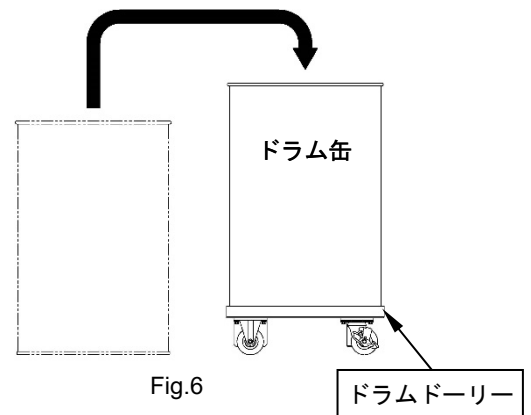

Fig.6
- 2) 市販のドラムポーターなどを使用して、ドラム缶をドラムドリーに載せてください。（Fig.6）